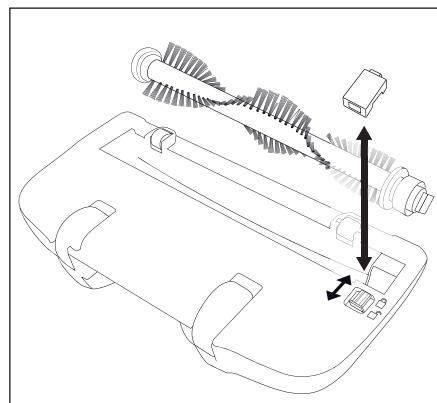

Fig. 5
- 2) Împingeți piedica plăcii de acoperire în direcția simbolului **■** și scoateți placă de acoperire (fig. 5).
- 7) Introduceți la loc placă de acoperire până se cuplează. Placa de acoperire se blochează prin împingere automată a piedicii în direcția simbolului **■** (fig. 5).